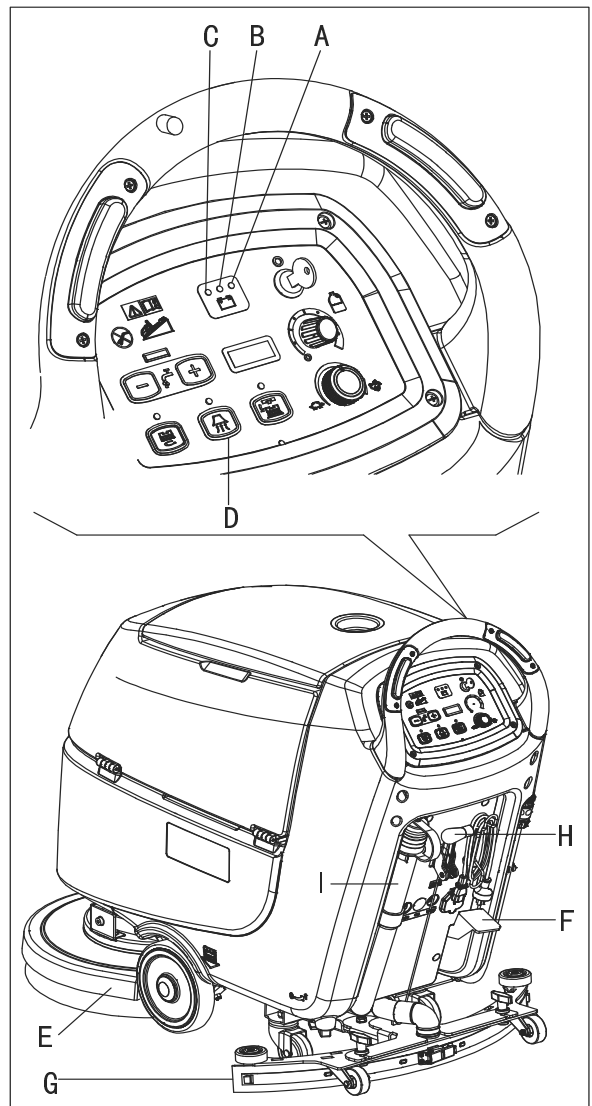
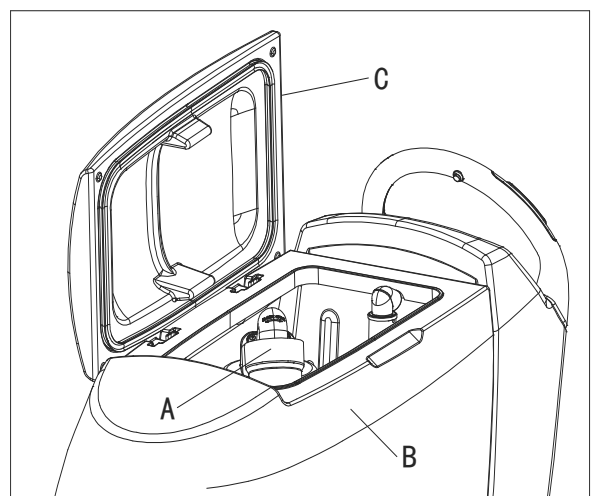

Рисунок 12
Рисунок 13
До тех пор пока горит зеленый предупреждающий световой сигнал (А, Рис. 12), батареи обеспечивают нормальную работу машины. Когда зеленый предупреждающий световой сигнал (А) выключается, и включается желтый предупреждающий световой сигнал (В), рекомендуется зарядить батареи, потому что оставшегося заряда хватит на несколько минут (в зависимости от характеристик батареи и осуществляемой работы). Когда загорается красный предупреждающий световой сигнал (С), батареи полностью разряжены. Через несколько секунд, щетка/штатив подкладки выключатся автоматически, в то время как вакуумная система и (только для машин с тяговым усилением) приводная система останутся включенными, для завершения сушки пола и перемещения машины в определенное место подзарядки.
Автоматическая плавающая система выключения (А, Рис. 13) блокирует вакуумную систему, когда бак утилизации (В) полон. Дезактивация вакуумной системы сигнализируется внезапным увеличением частоты шума двигателя вакуумной системы, а также пол не высыхает.
Если вакуумная система выключилась случайно (например, когда поплавков активируется из-за внезапного движения машины), для возобновления работы: выключите вакуумную систему, нажав на переключатель (D, Рис. 12), затем откройте крышку (С, Рис. 13) и проверьте и убедитесь, что поплавков внутри решетки (А) находится ниже уровня воды. Затем закройте крышку (с) и включите вакуумную систему, нажав на переключатель (D, Рис. 12).
Когда бак утилизации (В, Рис. 13) полон, слейте его в соответствии со следующей процедурой.
2. Поднимите настил щетки/штатива подкладки (Е, Рис.12), нажав на педаль (F).
3. Поднимите швабру (G) при помощи рычага (H).
5. Слейте бак утилизации при помощи шланга (I). Затем промойте бак (В, Рис. 13) чистой водой.